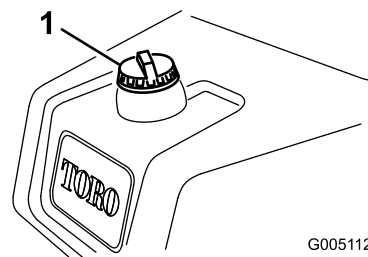

Bild 22
1. Reinigen Sie den Bereich um den Tankdeckel und nehmen Sie den Deckel ab (**Bild 22**).